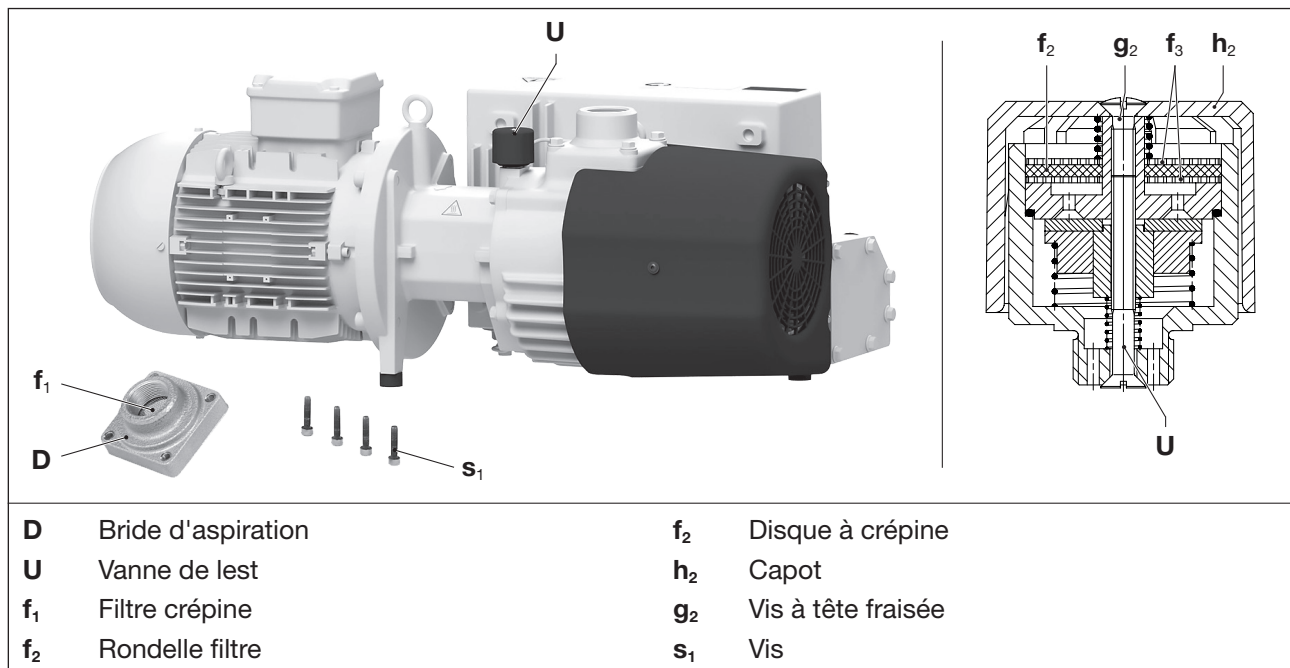

Fig. 6 Filtre crépine et vanne de lest
Le filtre crépine (Fig. 6/f₁) doit être nettoyé plus ou moins souvent, selon le degré d'impureté de la substance aspirée, par lavage ou par soufflage, voire être remplacée.
- Retirez la bride d'aspiration (Fig. 6/D) après avoir desserré les vis (Fig. 6/s₁).
- Nettoyez le filtre crépine (Fig. 6/f₁).
- Mettez en place la bride d'aspiration (Fig. 6/D) et fixez-la à l'aide des vis (Fig. 6/s₁). Couple de serrage : 35 Nm
Les pompes fonctionnent avec une vanne de lest (Fig. 6/U). Il faut nettoyer la rondelle filtre intégrée (Fig. 6/f₂) et les disques à crépine (Fig. 6/f₃) plus ou moins souvent selon de degré de contamination de la substance qui le traverse. Sur la VCX, il faut nettoyer les éléments filtre des deux vannes de lest.
- Desserrez la vis à tête fraisée (Fig. 6/g₂) et retirez le capot en plastique (Fig. 6/h₂) pour extraire les éléments du filtre et les nettoyer.
- Nettoyez la rondelle filtre (Fig. 6/f₂) et les deux disques à crépine (Fig. 6/f₃) par soufflage ou remplacez-la.
- Placez la rondelle filtre (Fig. 6/f₂) entre les disques à crépine (Fig. 6/f₃) et l'insérer dans la vanne. Mettez en place le capot en plastique (Fig. 6/h₂) et fixez-le à l'aide de la vis à tête fraisée (Fig. 6/g₂). Serrez la vis à la main.